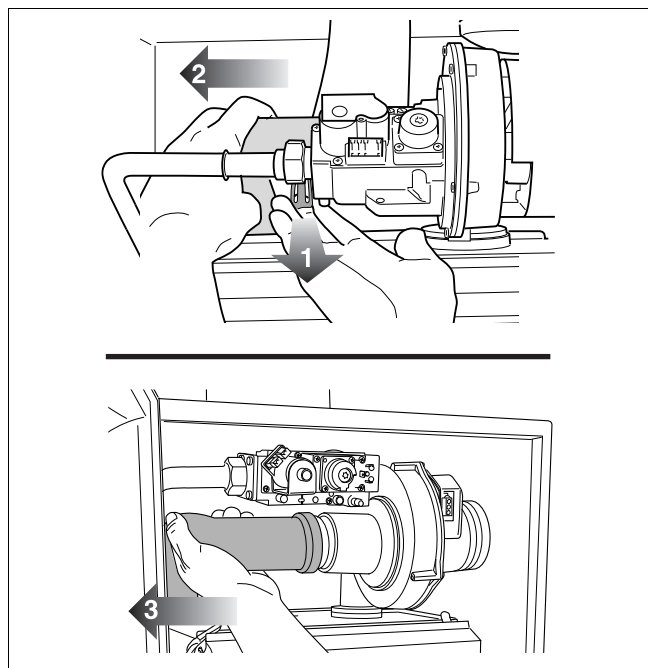

Fig. 102 Aftagning af luftindtagsrøret fra udluftningen
- Tag luftindtagsrøret af udluftningen (fig. 102).